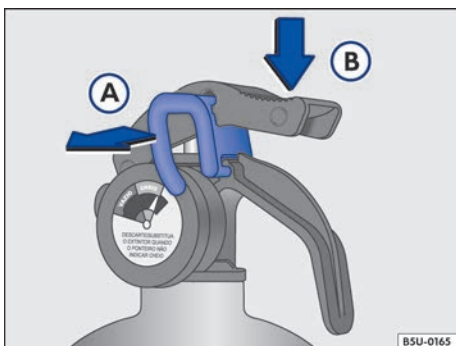

Fig. 26 Secuencia de uso del extintor de incendio.
- Tirar de la traba → fig. 26 (A) para romper el la- cre.
- Apretar el gatillo → fig. 26 (B) esparciendo el polvo.